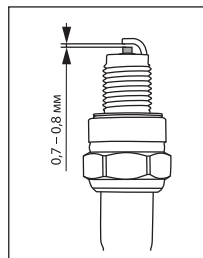

Рис. 21
4. Выверните свечу с помощью шестигранного ключа, входящего в комплект поставки. Электроды свечи должны иметь светло-коричневый цвет (рис. 21).
7. Проверьте величину зазора между заземляющим и центральным электродами, используя специальный щуп. При необходимости установите зазор 0,7–0,8 мм (рис. 21).